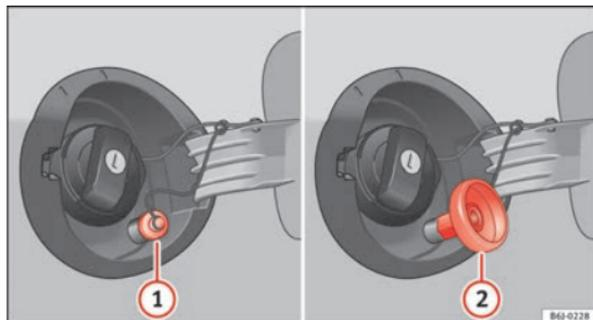

Fig. 127 Tampa do depósito aberta com bocal de enchimento de GPL e adaptador.
- Desaperte a tampa do bocal de enchimento de gás ⇒ Fig. 127 ①.
- Aperte o adaptador necessário ⇒ Fig. 127 ② ao bocal de enchimento de gás ①.
- Desenrosque o adaptador ⇒ Fig. 127 ②.
- Aperte a tampa no bocal de enchimento de gás ⇒ Fig. 127 ①. ▶